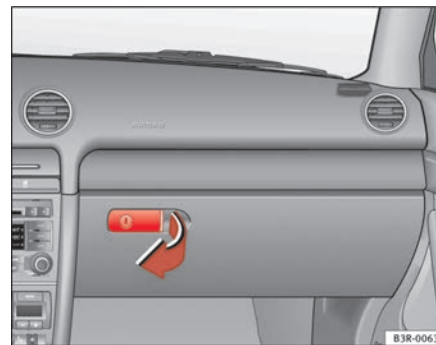

Fig. 137 Cassetto ripostiglio
- Tirare la maniglia nella direzione della freccia ⇒ **fig. 137** e abbassare lo sportello.
- Aprire il cassetto portaoggetti ⇒ **pag. 162, fig. 137**.